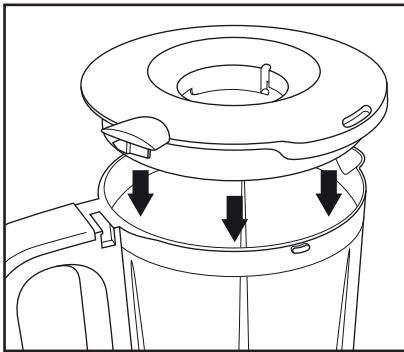
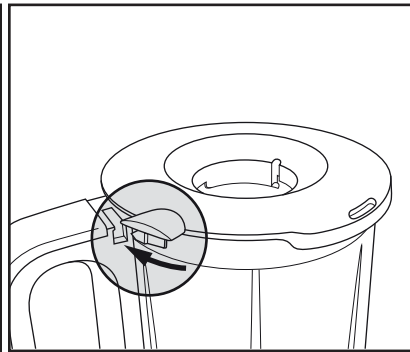

Abb. 3
Abb. 4
- 3) Setzen Sie den Deckel **6** des Mixaufsatzes so auf das Mixergefäß **7**, dass die Lippe am Deckel **6** genau **neben** dem Griff des Mixergefäßes **7** liegt (Abb. 3). Achten Sie darauf, die Lippe genau an der Seite neben den Griff zu positionieren, zu der die Schiene am Griff hin geöffnet ist. Drehen Sie den Deckel **6** im Uhrzeigersinn, so dass die Arretierung am Deckel **6** in die Schiene am Griff des Mixergefäßes **7** greift (Abb. 4). Drücken Sie die Lippe dabei ein wenig nach unten, um sicherzustellen, dass die Arretierung in den Schlitz greift.